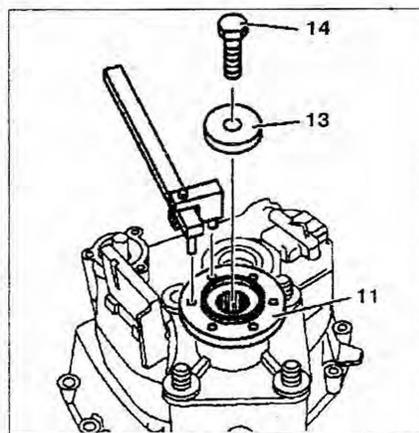

Рис. 4.97. Открутите болт **14** и снимите прижимную плиту **13** и снимите фланец **11**, используя съемник.
- снимите фланец **11**, используя съемник (рис. 4.97).